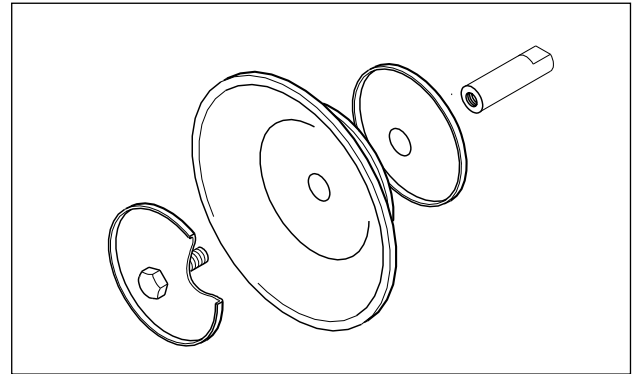

Fig. 13: Montaggio del diaframma standard con disco interno ed esterno
- Le pompe DL 40, 50 e 80 con diaframma PTFE hanno un disco interno più spesso per la riduzione e lo spostamento della corsa. In caso di passaggio successivo ai diaframmi PTFE è necessario utilizzare i relativi dischi (Fig. 13).